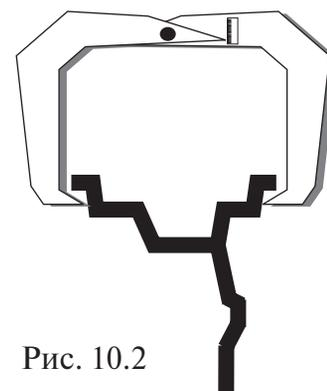

Рис. 10.2
10.3. Ширина обода обычно отмечена на его маркировке. При отсутствии маркировки или невозможности ее прочтения ширину следует измерить специальным инструментом – кронциркулем (см. рис. 10.2)